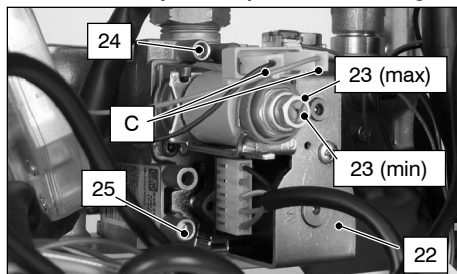

fig. 7.2
- Sconnettere il filo di alimentazione "C" dell'operatore modulante 23 in fig. 7.2
Per tarare la pressione al bruciatore agire sulla vite in plastica (23 min in fig. 7.2) tenendo fermo il dado esagonale in ottone grande (23 max in fig. 7.2) dell'operatore modulante (ruotando in senso orario la pressione aumenta).
10 Collegare il filo di alimentazione "C" dell'operatore modulante fig. 7.2
14 **Chiudere la presa di pressione 24** in fig. 7.2
- Aprire la presa di pressione 24 in fig. 7.2 e collegare un manometro.
Dopo ogni misurazione delle pressioni gas, **richiudere bene** le prese di pressione utilizzate (25 e 24 in fig. 7.2). Dopo ogni operazione di regolazione gas **gli organi di regolazione della valvola devono essere sigillati**.
- 1 A caldaia spenta (fuori servizio), controllare la pressione di alimentazione utilizzando la presa 25 in fig. 7.2 e confrontare il valore letto con quelli riportati nella tabella **Pressioni di alimentazione gas** a pag. 9, 11, 13
- 3 Aprire la presa di pressione 24 in fig. 7.2 e collegare un manometro.
Per tarare la pressione al bruciatore agire sul dado esagonale grande in ottone dell'operatore modulante 23 *max* in fig. 7.2 (ruotando in senso orario la pressione aumenta).